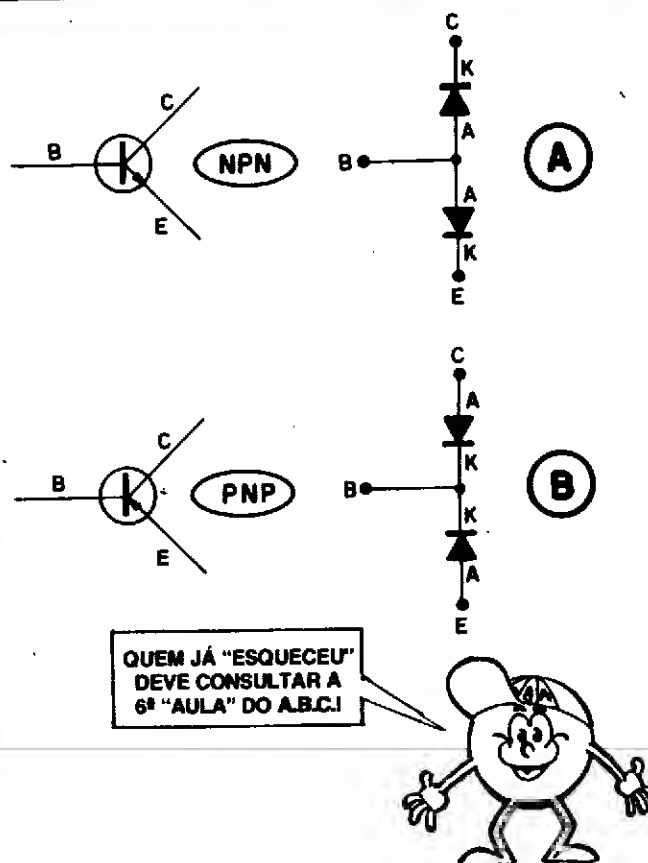

Fig.4
- FIG. 4 - Relembrando os "diodos internos" de um transistor - Conforme vimos nas "Aulas" específicas (ABC nº 6, principalmente...) a estrutura interna de um transistor bipolar NPN (fig. 4-A) pode ser comparada a dois diodos em ligação "oposta", interligados pelos seus **anodos** (ponto que corresponderia ao terminal de **base** do transistor...), enquanto que, num transistor PNP, a situação é invertida, correspondendo a estrutura a dois diodos também "opostos", mas desta feita interligados pelos seus **catodos**... Se tivermos na mente tais conceitos estruturais básicos quanto aos transistores bipolares comuns, e levando em conta que um OHMÍMETRO pode, pelas Tensões presentes nas suas próprias pontas de prova, po-